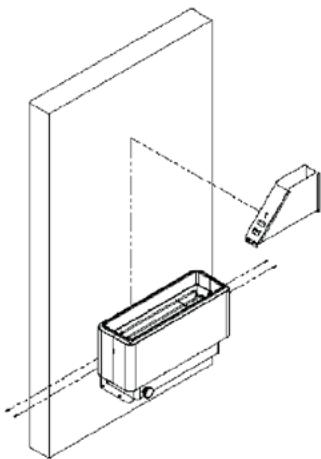

Abbildung 3.6: Montage des Abzugssockels am Gerät und Befestigung mit Schrauben
3.2.5. Setzen Sie den Abzugssockel zurück und befestigen Sie ihn mit 4 Schrauben (Abbildung 3.6).